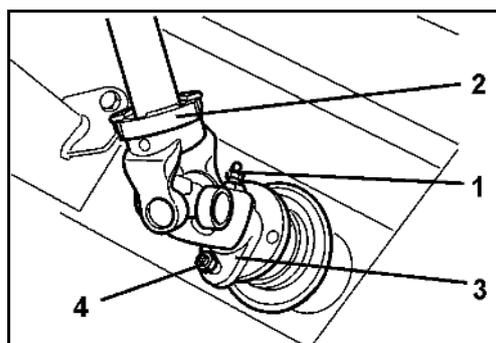

Fig. 51
3. Tournez le bol de protection (Fig. 51/1) en position de montage.
4. Retirez le demi-tube de protection (Fig. 51/3).